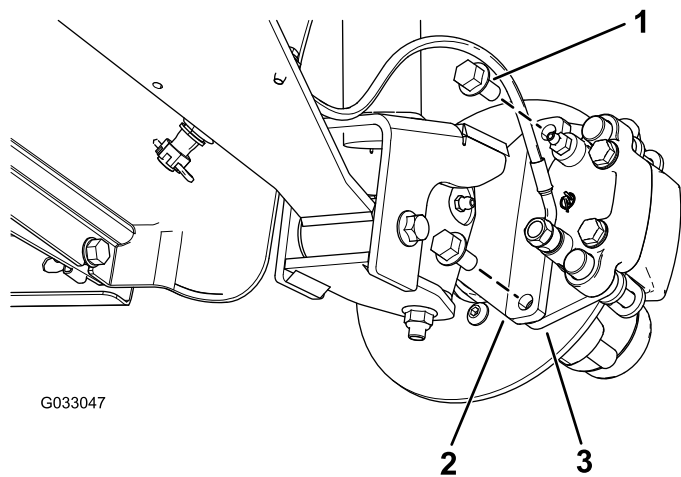
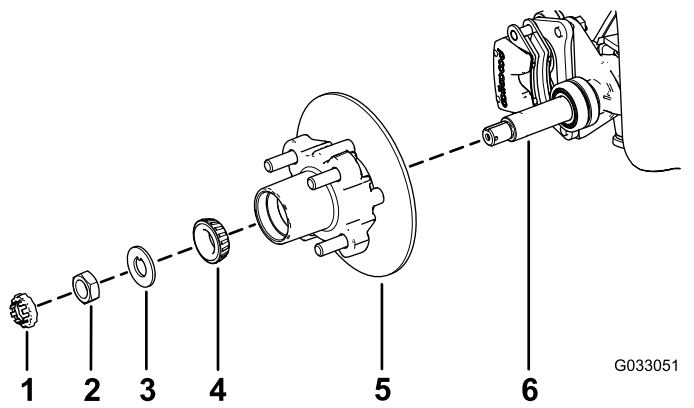

図 30
図 34
3. ブレーキアセンブリ用のブラケットをスピンドルに固定しているフランジヘッドボルト $\frac{3}{8}$ " x $\frac{3}{4}$ "を外してスピンドルからブレーキを取り外す 図 30。
1. スピンドルに所定のグリスを薄く塗る 図 34。
2. ハブとロータをスピンドルに取り付ける。ロータを内側にあること 図 34。
3. スピンドルに外側ベアリングを取り付けてレースにはめる 図 34。
4. スピンドルにタブワッシャを取り付ける 図 34。
5. スピンドルにスピンドルナットを取り付け、ハブを回してベアリングを着座させながらナットを 15 N·m 1.52 kg·m = 11 ft·lb に締めつける 図 34。
2. ブレーキパッドをロータのそれぞれの側に合わせ 図 30、キャリパブラケットの穴と、スピンドルフレームのブレーキ取り付け部の穴を整列させる 図 34。
3. キャリパブラケットをスピンドルフレームに固定する 図 30 フランジヘッドボルト $\frac{3}{8}$ " x $\frac{3}{4}$ " 2本を使用する。